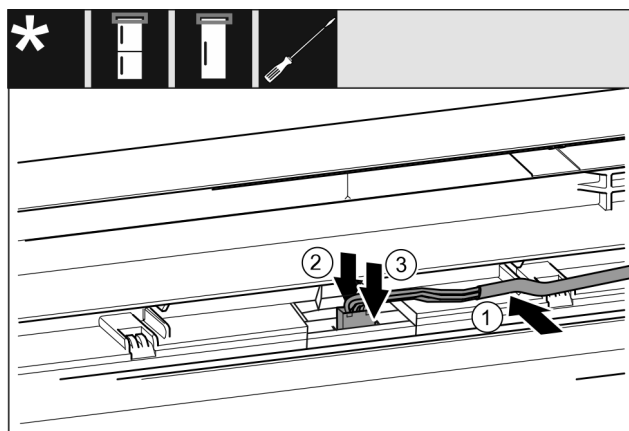

Fig. 62 Chłodziarko-zamrażarki / Zamrażarki / Chłodziarki*
- Włożyć kabel Fig. 62 [1] w prowadnicę w górnych drzwiach.*
- Docisnąć zaczep Fig. 62 [2] do tyłu.*
- Podłączyć wtyczkę Fig. 62 [3].*